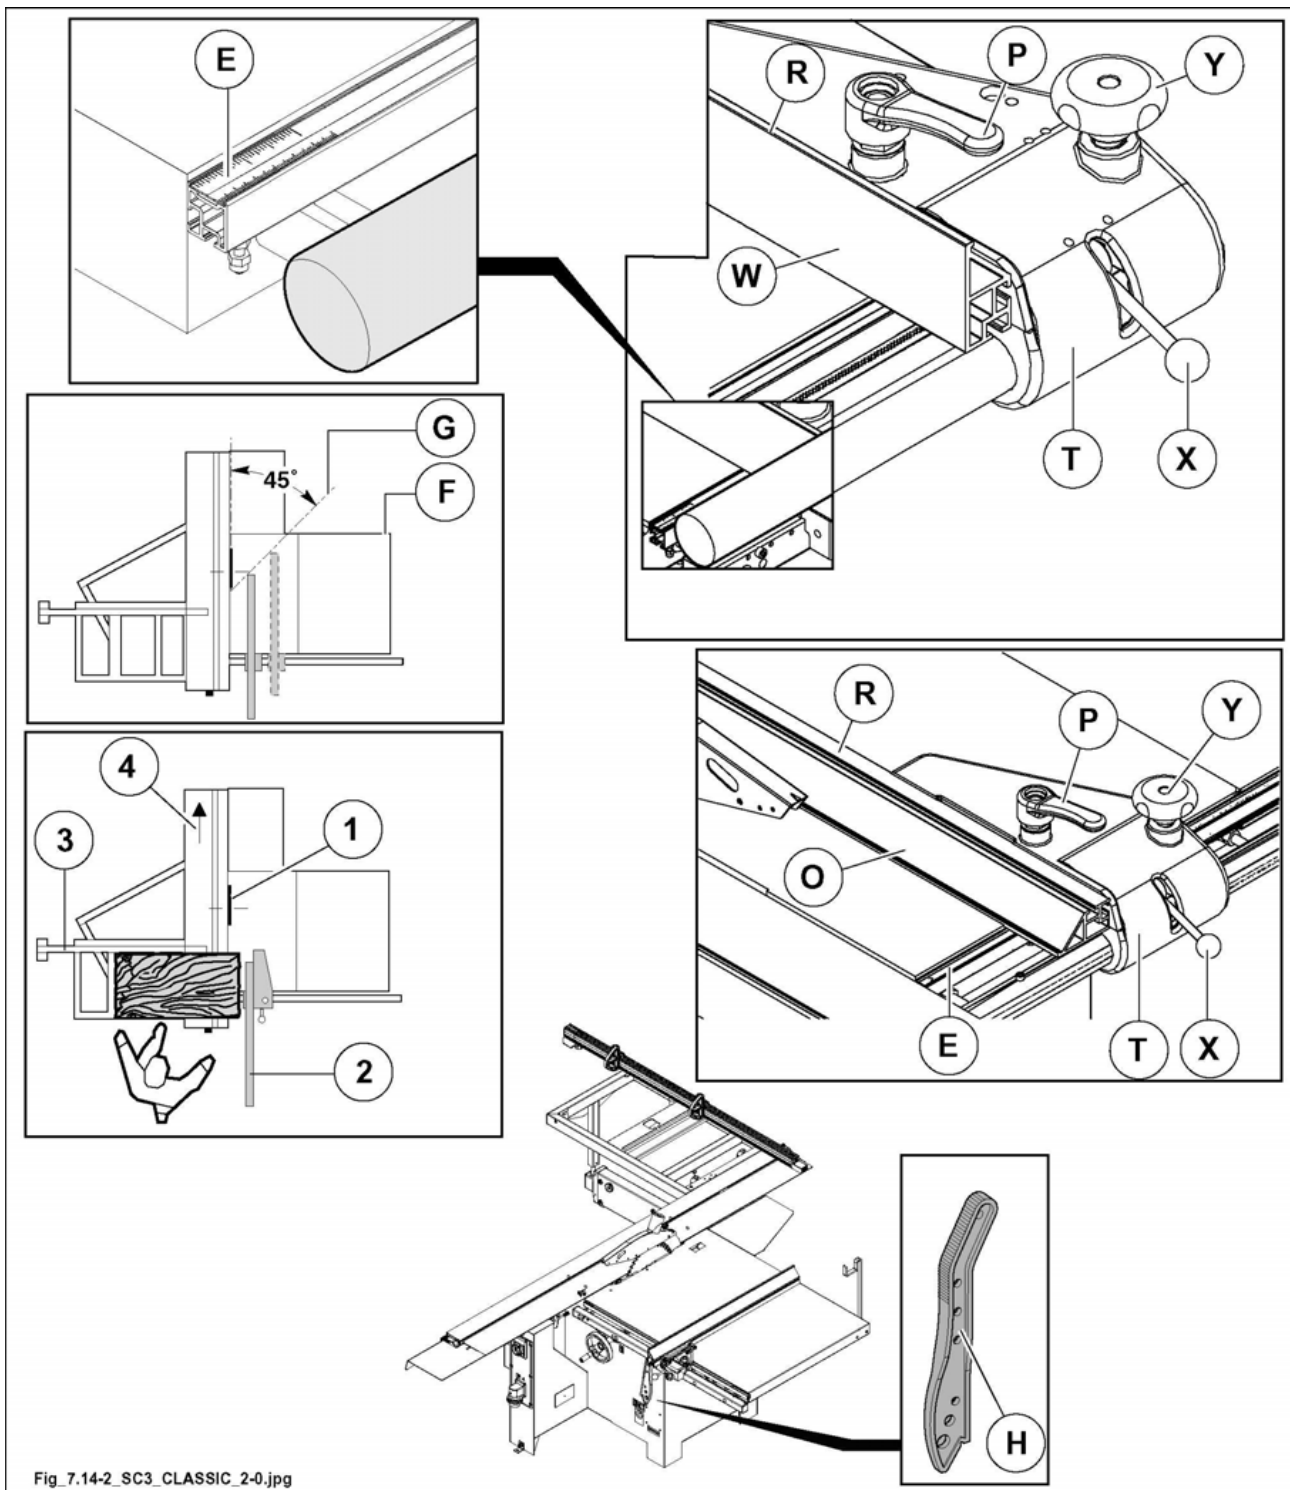

Abb. 7.14-2
Zur Verstellung des Anschlaglineales (R Abb.7.14-2) in Längsrichtung Griffe (P Abb.7.14-2) lösen; nach Verstellung Griffe festklemmen.
Das vordere Ende der Zeile darf nie am Ende des Tisches auf der Seite (F Abb. 7.14.2) herausragen, aber muss eine imaginäre Linie (G Abb. 7.14.2) erreichen, die am ersten Zahn an der Klinge beginnt und um 45° nach vorne geschoben wird. Dies soll verhindern, dass die Sägezähne beim Heben das Werkstück ergreifen und es gegen den Bediener schleudern.
2 Positionen des Lineals (R Abb.7.14-2) sind möglich nach Lösen des Griffe (P Abb.7.14-2).
- 1) Vertikalstellung mit der dem Holzstück zugewandeten Seite (W Abb. 7.14.2)
- 2) Horizontalstellung (O Abb. 7.14.2) für Schnitte von dünnen Teilen und für Schrägschnitte.
solche Position ermöglicht den Vorschub des Holzstückes durch den mitgelieferten Schiebestock (H Abb.7.14.2)
- 3) Nach erfolgter Positionierung Griffe (P (Abb. 7.14-2) festklemmen.
- Hebel (X Abb. 7.14-2) lockern;
- die Führungsgruppe (T Abb. 7.14-2) mit der Hand gleiten lassen und sich auf das Lineal (E Abb. 7.14-2) beziehen.
- durch Drücken und Drehen des Knaufes (Y Abb. 7.14-2) vornehmen.
- Den Hebel (X Abb. 7.14-2) nach erfolgter Einstellung wieder festspannen.
Gebrauch der Längsführung (2 Abb. 7.14.2), um einen Gegenschlag während des Querschnitts zu vermeiden.
Während des Schnitts durch die Querführung (3 Abb. 7.14.2) muss das vordere Ende der Längsführung(2 Abb. 7.14.2) vor dem vorderen Ende der Klinge (1 Abb. 7.14.2) positioniert sein, bzw. es darf nicht mit dem Werkstück in Berührung kommen.